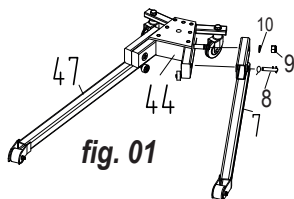

fig. 02
- Consulte la imagen 02: Utilice la arandela n.º 2 con la arandela con tensión n.º 43 y el perno n.º 42 para acoplar la columna n.º 20 a la base n.º 44.